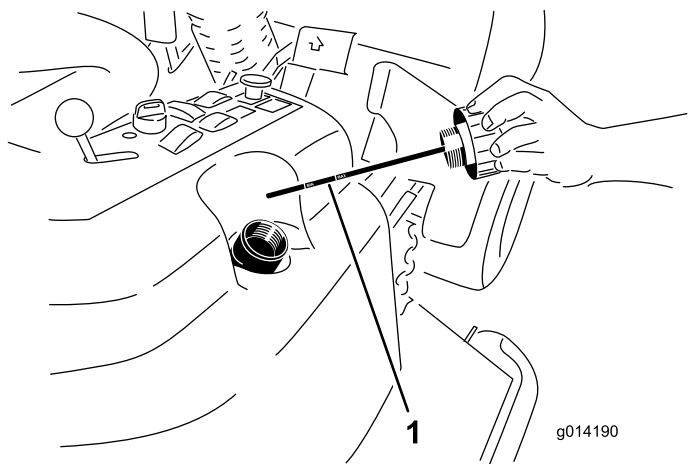

Figura 52
- Togliete il tappo di riempimento idraulico (Figura 52) dal collo del bocchettone.
- Togliete l'asta di livello ed asciugatela con un panno pulito (Figura 52).
- Avvitate a fondo l'asta di livello nel bocchettone di riempimento, quindi estraetela e controllate il livello del fluido (Figura 52).